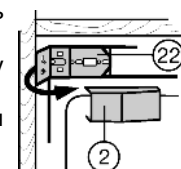

Fig. 17
- ▶ Закройте боковую часть крепежного уголка Fig. 17 (22).
- ▶ Снова защелкните крышку Fig. 17 (2).
- ▶ Закройте все отверстия пробками Fig. 17 (30,5).